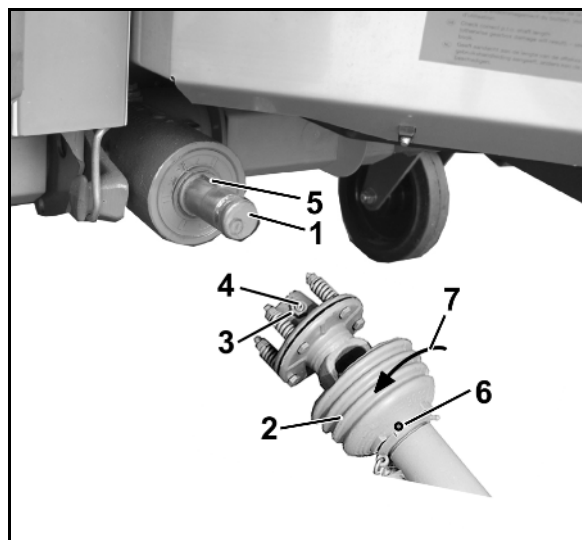

Fig. 25
1. Quitar el casquillo de brida (Fig. 25/1) del árbol de entrada del engranaje con un extractor adecuado.